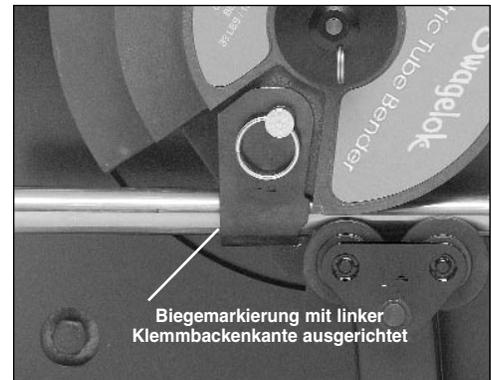

Bild 7
4. Das Rohr schieben, um die Biegemarkierung mit der linken Kante der Rohrklammer auszurichten (siehe Bild 7).